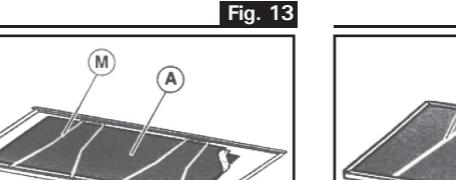

Fig. 13
2. Lembrar-se também que, na versão Exaustor, não é necessário usar filtro de carvão: no caso destes últimos estarem montados no exaustor, desmontá-los seguindo as indicações relativas, que damos a seguir: (Fig. 13 ou 14) desmontar o filtro de carvão começando por tirar 2 elementos de fixação respectivos (M).